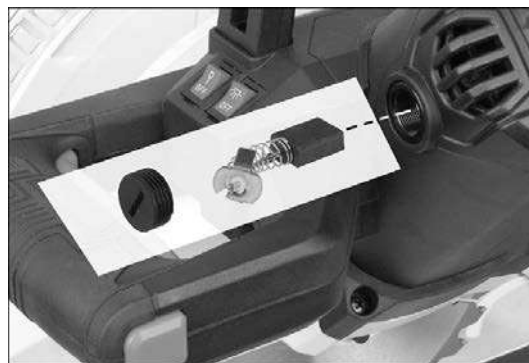

Рис. 7-1
2. С помощью шлицевой отвертки выкрутите колпачок-заглушку. См. Рис. 7-1. Примечание: колпачок следует откручивать осторожно – пружина щетки вытолкнет его из отверстия.